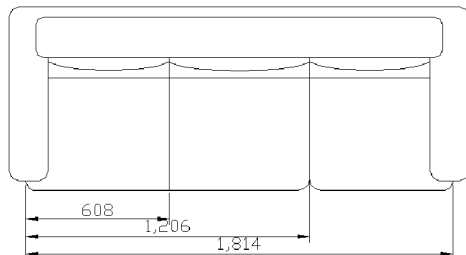

图 3.34 标注基线尺寸
(2) 选择“标注”→“基线”命令,在绘图区指定第二个尺寸界线的起始点,然后分别标注其他图形的长度和宽度,如图 3.34 所示。